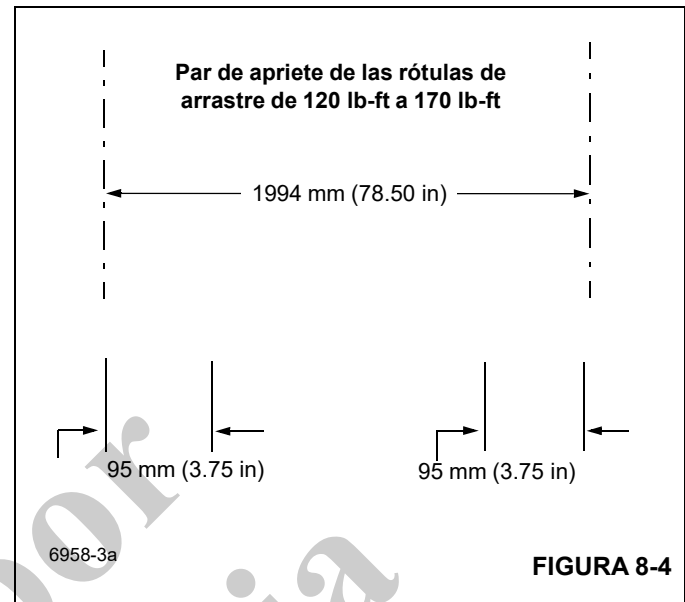

FIGURA 8-4
- Ajuste el brazo de arrastre según las dimensiones de la (Figura 8-4). Mantenga las roscas expuestas en los extremos del receptáculo vertical iguales y dentro de las medidas máximas especificadas. Apriete las rótulas del brazo de arrastre a 292 Nm (215 lb-ft).